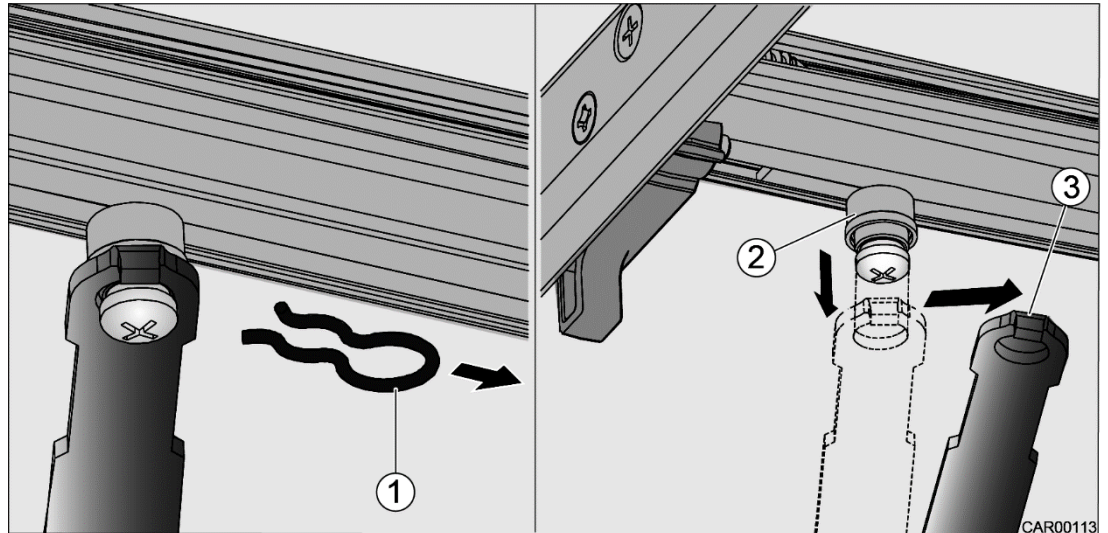

Fig. 185 Déverrouillage de secours du marche-pied
1. Retirer les deux goupilles fendues à ressort (Fig. 185/1) à la face inférieure du marche-pied.
2. Débloquer les deux barres d'entraînement (Fig. 185/3) des pivots de fixation (Fig. 185/2).